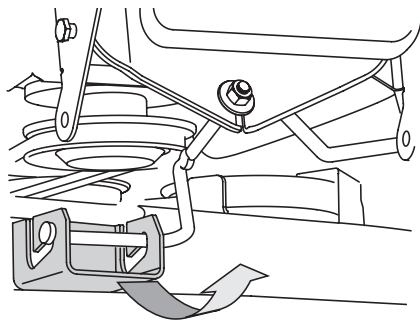

Figura 29
8. En plataformas de 38", deslice suavemente la plataforma de corte hacia la parte delantera del tractor y con cuidado guíe los ganchos de la plataforma para extraerlos de la varilla estabilizadora de la plataforma. Consulte la Figura 29.